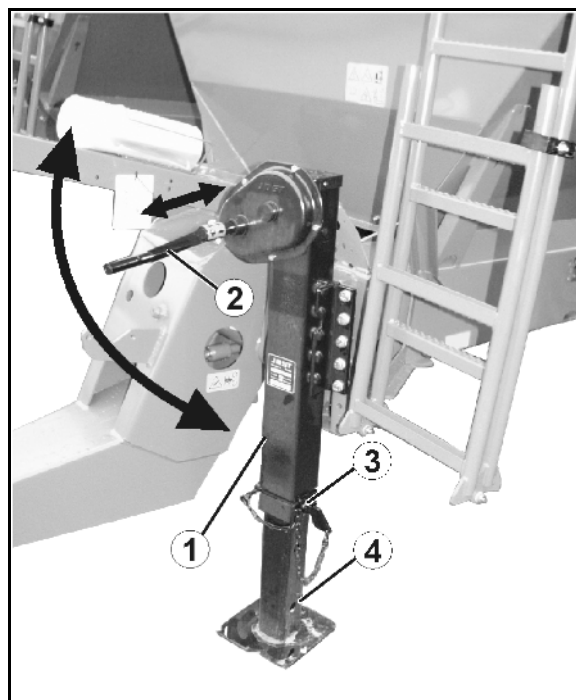

Fig. 58
- concimi granulati: montare le griglie (Fig. 58/1) e fissarle con una spina d'arresto.